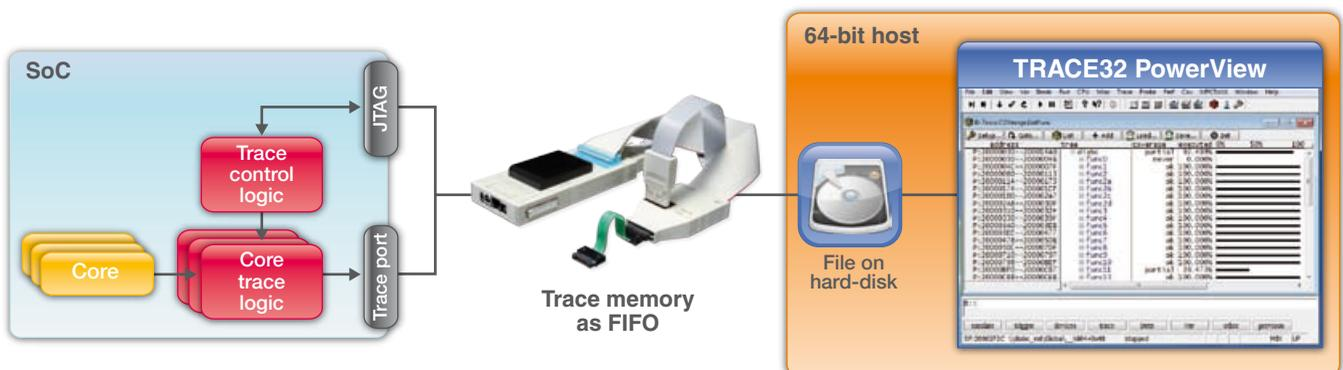

Bild 8: Für die Code-Coverage-Analyse können bis zu 1 TByte Tracedaten auf den Hostrechner gestreamt werden.
1. Die eingesetzten Cores müssen eine Core-Trace-Logik besitzen (siehe Bild 8). Eine solche Logik generiert Informationen über die Instruktionsausführung auf den Cores. Je nach Ausgestaltung der Trace-Logik können Informationen über Prozesswechsel und durchgeführte Load/Store-Operationen hinzukommen.